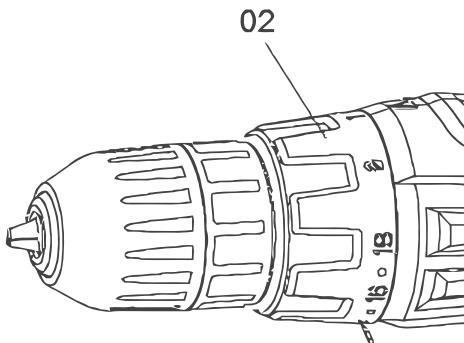

Fig. 9 – Ajuste de torque
As Parafusadeiras/ Furadeiras PFV VONDER possuem 18 posições de ajuste de torque, Fig. 9, que devem ser regulados de acordo com cada função que o usuário irá realizar. Destas posições a posição 1 é a posição com menor torque e consequentemente a posição 18 é a posição que possui o maior torque. Para selecionar estes torques basta girar o seletor de torque 2 até a posição desejada.
Para operações onde o operador irá realizar furos deve ser selecionado função furar na máquina, para isto bastar girar o seletor de torque, item 2 da Fig. 9, para a função furar, representada pelo símbolo  da parafusadeira/furadeira.